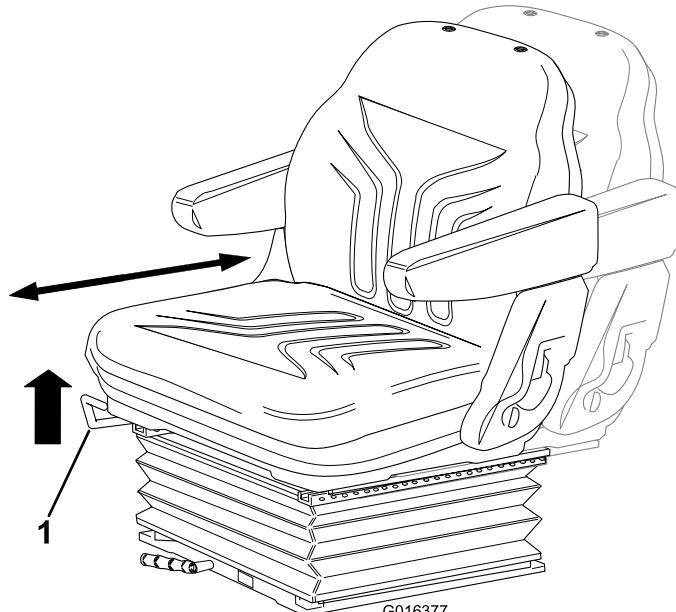

Figure 7
- **Réglage avant/arrière :** déplacez le levier vers le haut pour régler la position avant/arrière du siège. Relâchez le levier pour bloquer le siège en position (Figure 7).